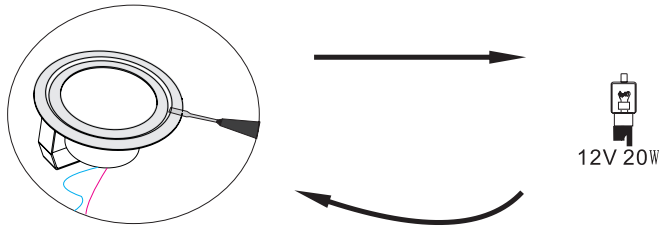

Fig. 2
3. Con un destornillador plano pequeño, retire la placa de vidrio. Vea la Fig. 2 que se encuentra más arriba.